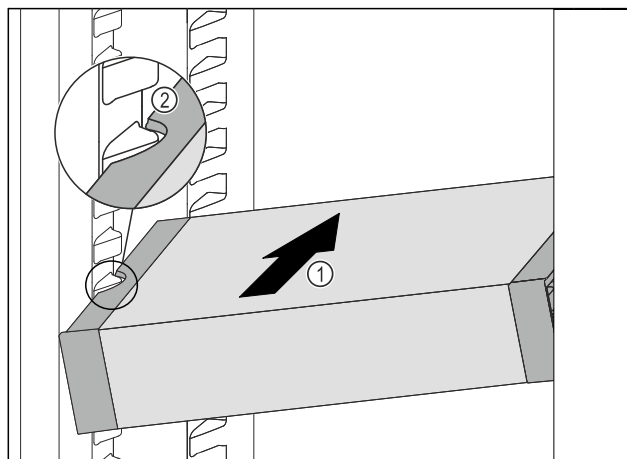

Fig. 83
- VarioSafe schuin in het koelgedeelte schuiven Fig. 83 (1), tot de uitsparingen aan de zijkant Fig. 83 (2) van de VarioSafe op de hoogte van de rib in het koelgedeelte zitten.